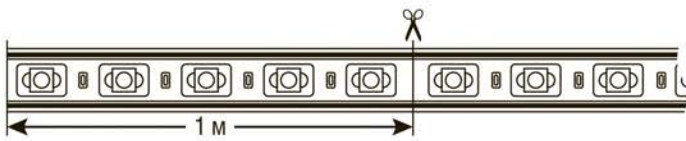
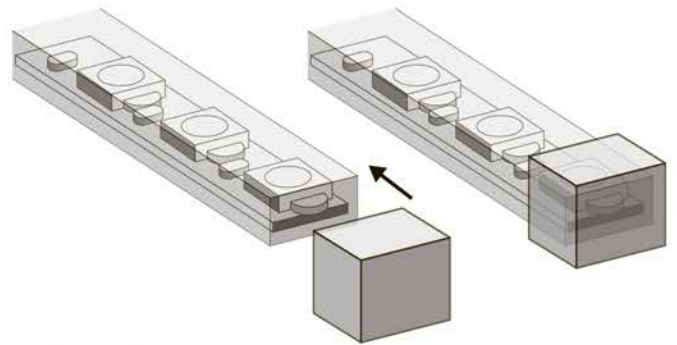

Рис. 2. Разрезание светодиодной ленты
Рис. 3. Установка заглушки на светодиодную ленту
- **Разрезание светодиодной ленты на участки.** Светодиодную ленту NLS-2835(180/М)-IP67-220V можно разрезать на участки, кратные одному сегменту, длина которого равна 1 м. Разрез необходимо производить строго посередине участка, соединяющего смежные сегменты, см. Рис.2. В месте разреза ленты пропущен сегмент гибкой печатной платы. На окончания участков светодиодной ленты, к которым не планируется производить какие-либо подключения, необходимо установить заглушки NLS-cup-2835(180/М)-220 (в комплект не входят). Рис.3. **Внимание!** При установке заглушки необходимо использовать герметик, чтобы обеспечить должную герметичность в месте соединения.